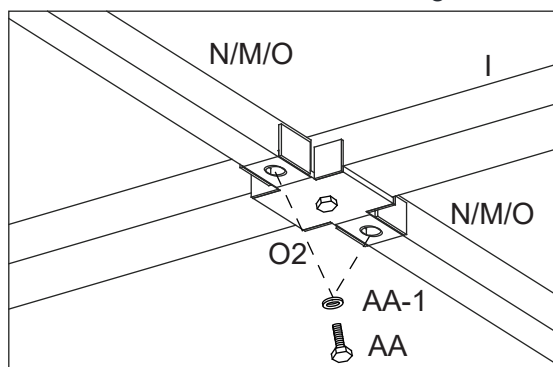

Figure 15-3
15.3. Fixez les supports horizontaux du toit principal (N/M/O) au connecteur (O2) à l'aide du boulon (AA) et de la rondelle (AA-1). Voir la figure 15.3.